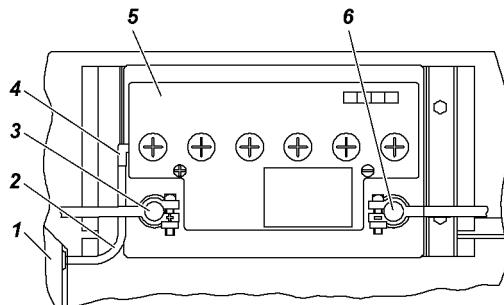

Рис. 9.40. Аккумуляторная батарея автомобилей УАЗ-220695,
Батарея установлена в кабине слева от водителя за брызговиком колеса. На автомобилях УАЗ-220695, УАЗ-396295 и УАЗ-396255 применяется аккумуляторная батарея с вентиляционной трубкой. Трубка 2 (рис. 9.40) выведена за пределы салона автомобиля в подкапотное пространство. Если при нормальной эксплуатации автомобиля батарея постепенно разряжается или чрезмерно заряжается генератором и электролит начинает "кипеть", то необходимо проверить работу генератора.
1. Отсоедините трубку 2 (рис. 9.40) от аккумуляторной батареи 5;